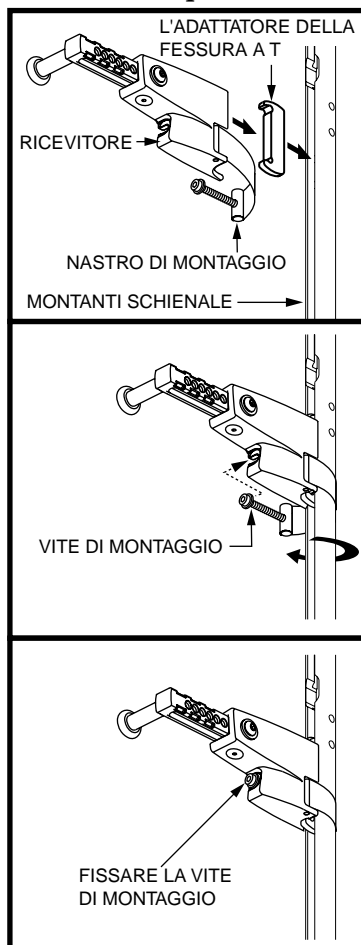

Figura 5. Installazione supporto di montaggio su tubi a T
- Localizzare l'etichetta "L" o "R" sul supporto di montaggio. Il supporto contrassegnato con "L" serve per il lato sinistro e quello contrassegnato con "R" per il lato destro. Il supporto destro è illustrato nella figura 5 per riferimento.
- Installare l'adattatore della fessura a T come illustrato nella figura 5.
- Partendo da un lato, avvolgere il nastro di montaggio del supporto superiore intorno al tubo posteriore, in modo che il nastro sia sul fondo. Fissare la vite di montaggio nel ricevitore. Vedere figura 5.
- Avvolgere il nastro di montaggio inferiore contrassegnato per quel lato intorno al tubo posteriore in modo che il nastro sia sul fondo. Fissare la vite di montaggio nel ricevitore. Vedere figura 5.